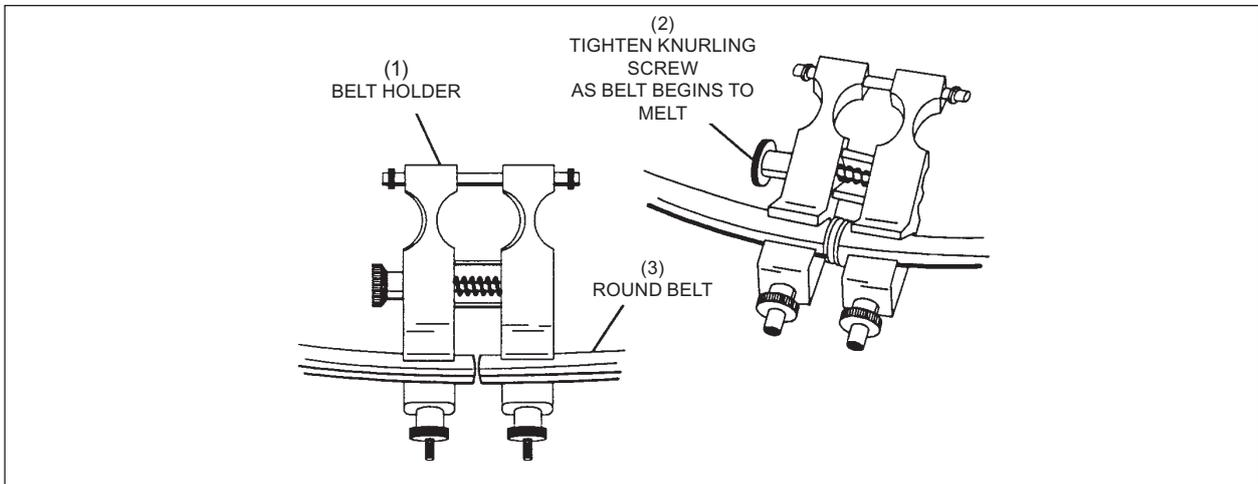

Figure 8-10. Souder les courroies rondes.
- Placez les extrémités de la courroie dans le support, de façon à ce qu'elles ne se touchent que *légèrement*. Reportez-vous à la *Figure 8-10*.
7. Retirez le fer à souder lorsqu'un conglomérat de matériau fondu s'est formé. Reportez-vous à la *Figure 8-10*.